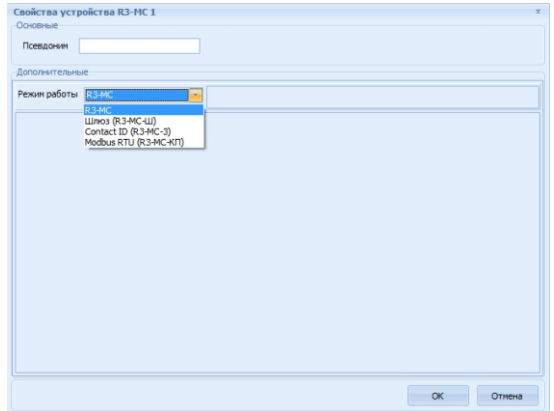

Рисунок 7.2
– в открывшемся окне «Свойства устройства R3-МС» в поле режим работы выбрать режим R3-МС-КП (по умолчанию выбран режим R3-МС (рисунок 7.2))